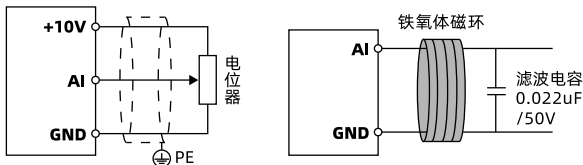

图 3-22 AI1 端子接线 (电压输入)
- 使用内部 10V 电源时, 接线与 AI1 相同, 见图 3-22。